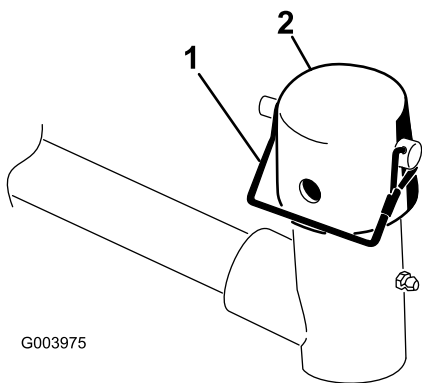

**Рисунок 9**
**Внимание:** На режущем блоке № 4 (левом переднем) и № 5 (правом переднем) прикрепите направляющие шлангов к передней части выступов режущих блоков с помощью крепежных гаек кронштейна штока (**Рисунок 7** и **Рисунок 8**). Направляющие шлангов должны быть наклонены в сторону центрального режущего блока (**Рисунок 8** и **Рисунок 9**).